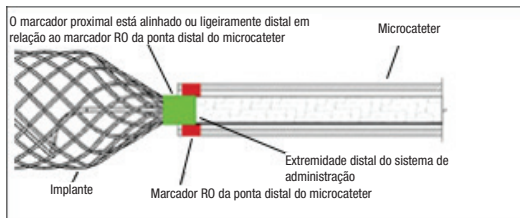

Figura 6 – Posição das tiras marcadoras para separação
24. Sob orientação fluoroscópica, avance lentamente o implante para fora da ponta do cateter. Continue a avançar o implante para o local pretendido até o marcador radiopaco proximal do implante ficar alinhado ou ligeiramente distal em relação ao marcador RO da ponta distal do cateter, posicionando a zona de separação imediatamente fora da ponta do cateter. Consulte a Figura 6. Reposicione se necessário. Se o tamanho do implante não for adequado, retire e substitua por outro dispositivo. Caso se observe o movimento indesejado do implante sob fluoroscopia após a colocação e antes da separação, retire o implante e substitua por outro de tamanho mais adequado. O movimento do implante pode indicar que este pode migrar assim que for separado. **NÃO** rode o sistema de administração durante ou após a administração do implante na vasculatura. A rotação do sistema de administração pode resultar em danos no implante ou na separação prematura deste em relação ao sistema de administração, o que poderá resultar na migração do implante. A avaliação